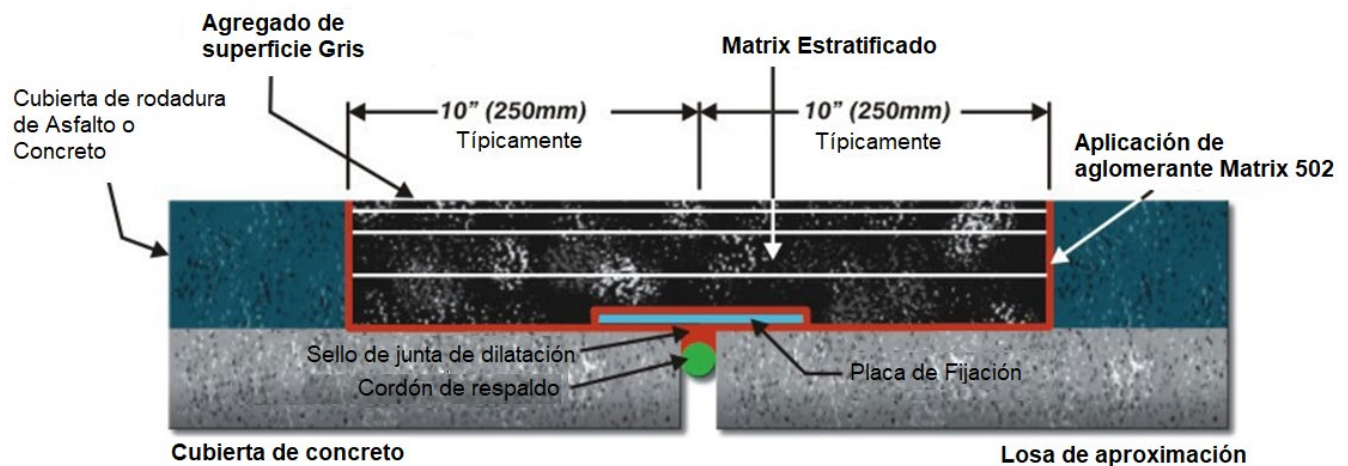

Figura 1. Típico Sistema de Juntas Asfálticas para Puentes Matrix 502.
**INSTALACIÓN TÍPICA** La Figura 1 muestra una instalación típica del Sistema de Juntas Asfálticas para Puentes Matrix 502. Se muestra la ubicación de cada componente.